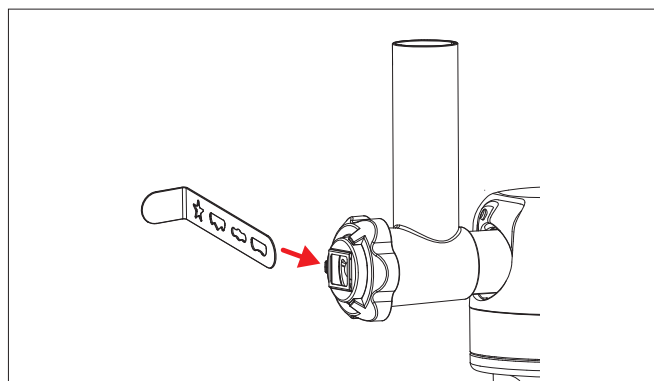

Fig. 22 – Insertar lateralmente el molde para masa de galletas
4. Deslice el molde para masa de galletas lateralmente en el soporte. Deslice el molde deseado delante del orificio de llenado (véase Fig. 22).